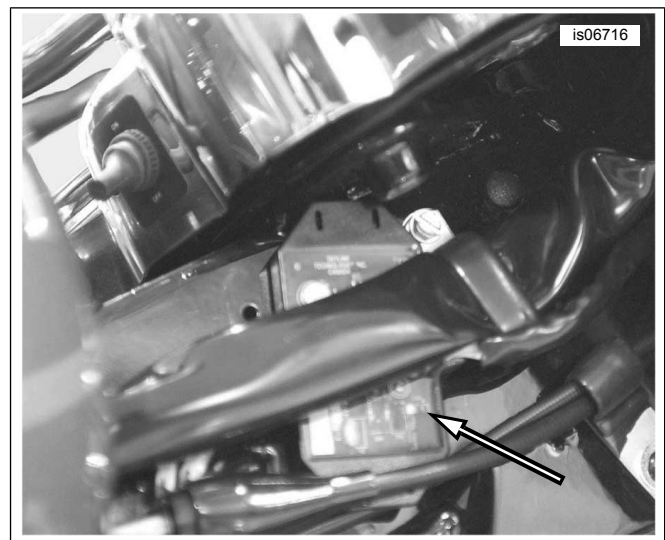

Abbildung 8. Montage des Senders in der Nähe des Tauchrohrs (FLHR)
3. Siehe Abbildung 8. Den Sender an der rechten Rahmenseite in der Nähe des Tauchrohrs montieren. Weiter mit dem Abschnitt **Anschluss des Kabelbaums**.